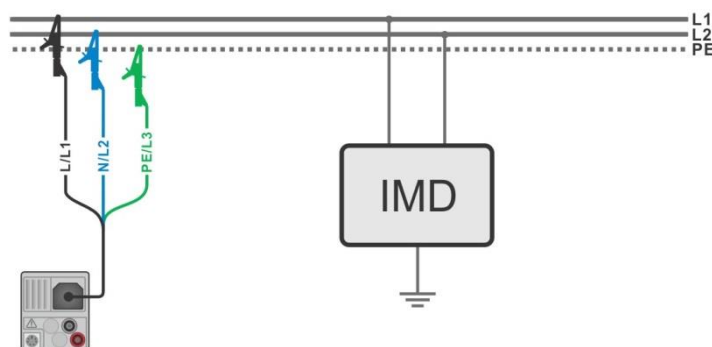
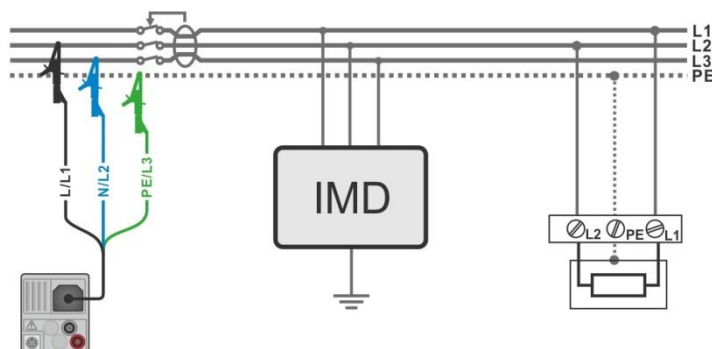

Figura 7.68: Medición de la primera corriente de fuga de fallo más alta con puntas de prueba con 3 hilos
Figura 7.69: Medición de la primera corriente de fuga de fallo para circuitos protegidos con RCD con puntas de prueba con 3 hilos
- › Conecte las puntas de prueba al objeto a prueba, vea la **Figura 7.68** y **Figura 7.69**.